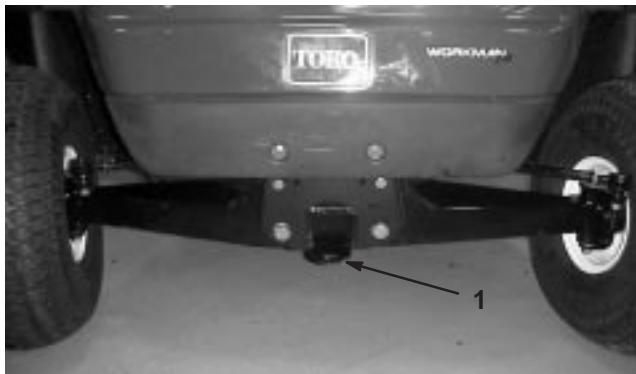

Bild 23
2. Befestigen Sie ein Schleppkabel an der Lasche am vorderen Chassis (Bild 23).